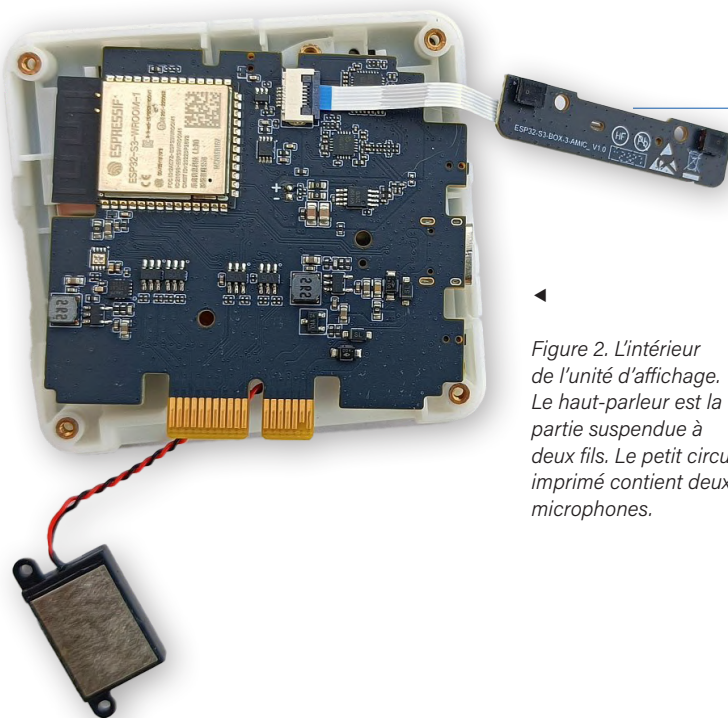

Figure 2. L'intérieur de l'unité d'affichage. Le haut-parleur est la partie suspendue à deux fils. Le petit circuit imprimé contient deux microphones.
Le module d'affichage est étonnamment lourd (60 g) pour un si petit objet (LHP 55 mm × 50 mm × 12 mm). C'est l'unité qui fournit toute la puissance : un module ESP32-S3-WROOM-1-N16R16V doté de Wifi 2,4 GHz (802.11b/g/n) et de Bluetooth 5 (LE). L'écran lui-même est un écran TFT tactile de 2,4 pouces, 300 × 240 pixels. Au cas où vous vous poseriez la question, il n'y a pas de batterie à l'intérieur (figure 2).